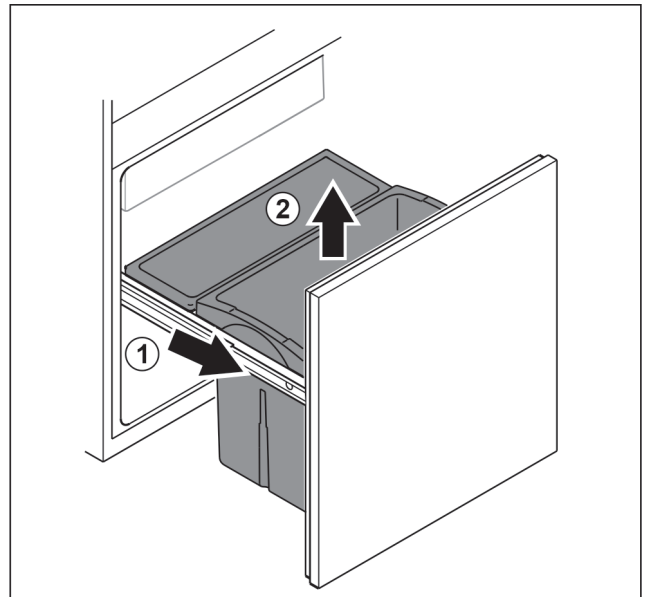

Fig. 101
- ▶ Изтеглете изтеглящата се ракла докрай. Fig. 101 (1)
- ▶ Извадете чекмеджето нагоре. Fig. 101 (2)